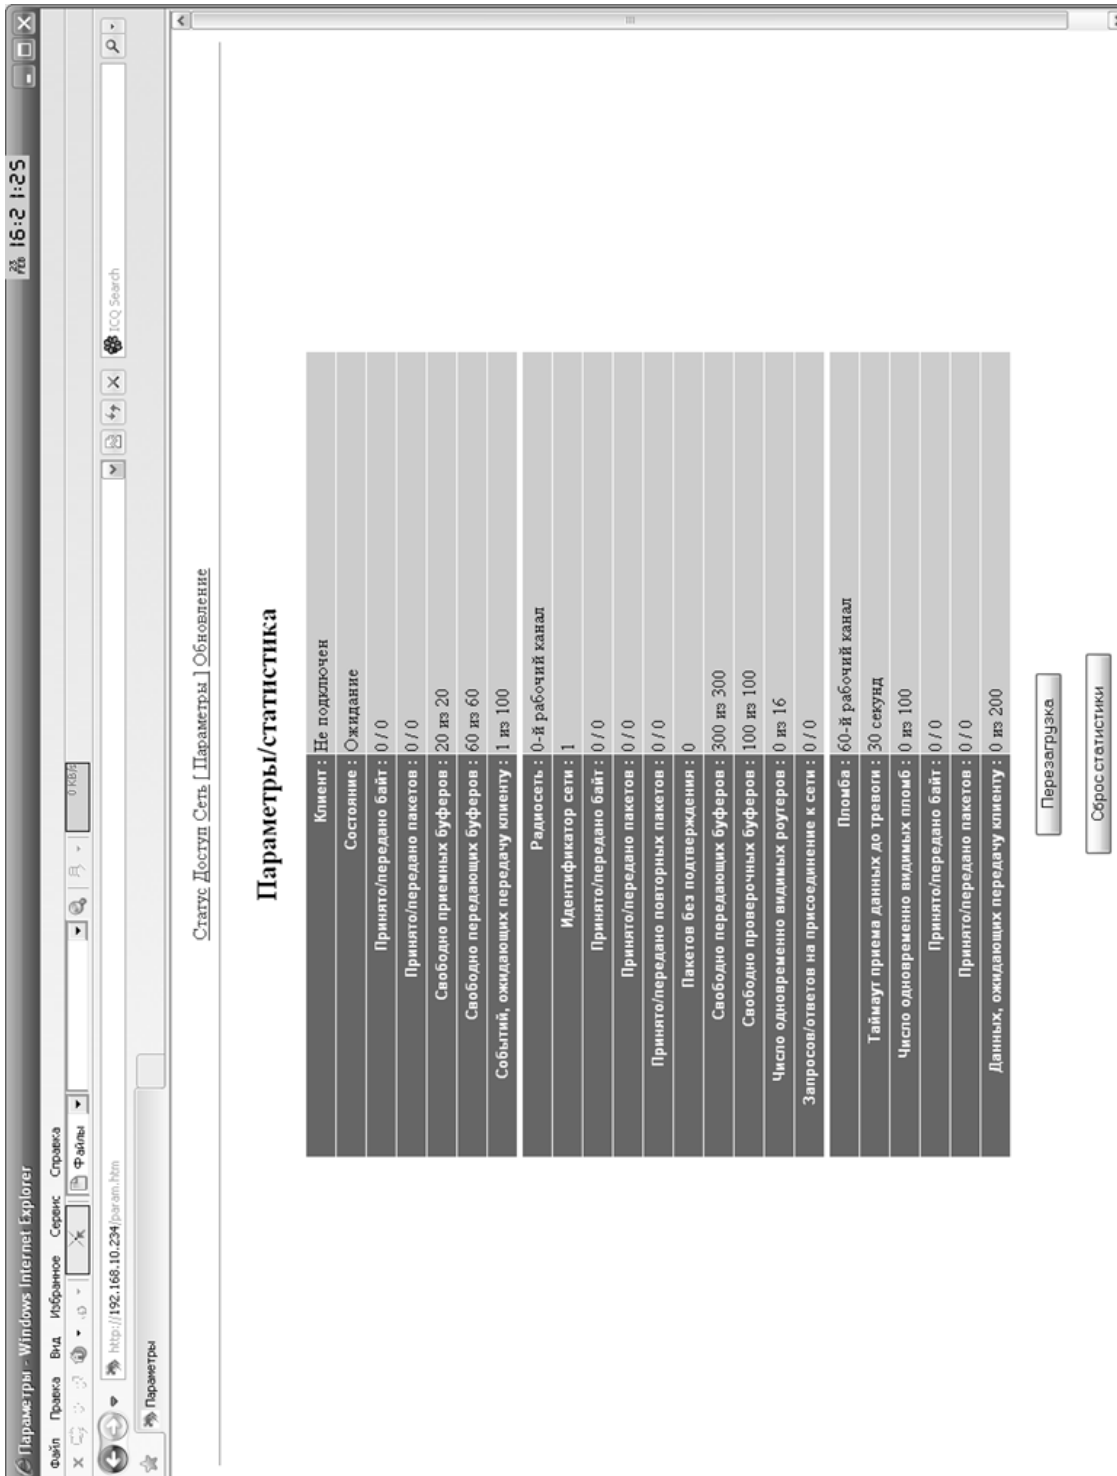

Рисунок 7 Отображение статистических данных и рабочих параметров устройства
- Параметры – рисунок 7 – страница, на которой отображаются статистические данные и параметры устройства, накопленные с момента последнего сброса. Сброс статистики производится посредством виртуального нажатия кнопки СБРОС СТАТИСТИКИ. С этой же страницы возможно осуществить перезагрузку устройства, посредством одноименной виртуальной кнопки.